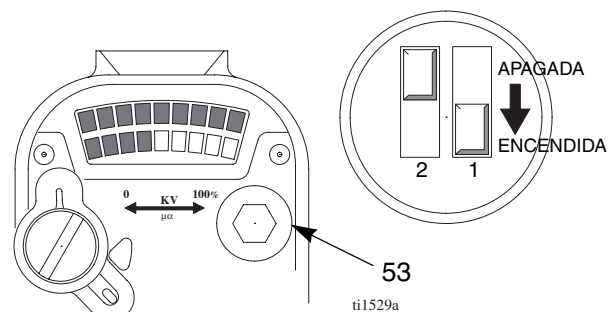

Fig. 5. Interruptores de ajuste de tensión baja
2. Retire el tapón del ajuste de TENSIÓN BAJA (53). Fije la tensión que desee usando el pequeño destornillador para deslizar las interruptores 1 y 2 hasta las posiciones ON u OFF, según la Tabla 3. Vea también la Fig. 5.